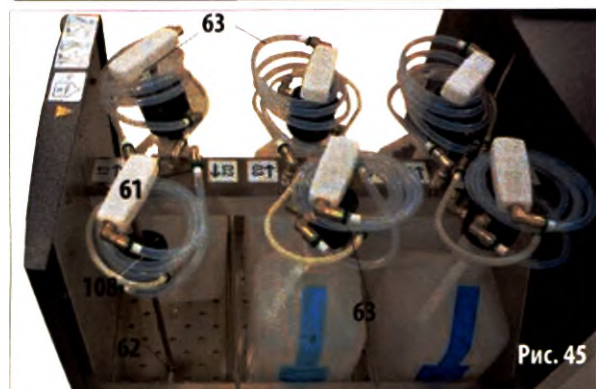

Рис. 45
- Для замены сменной ёмкости вытяните всасывающий патрубок за ручку (61) вертикально из сменной ёмкости. При этом другой рукой прижимайте конус к шейке ёмкости. После этого замените старую ёмкость новой (в выдвижном ящике!).
- Когда сменная ёмкость извлечена, вставьте заливной патрубок (61) в предусмотренное для него отверстие (62) в решётке на дне выдвижного ящика (рис. 45).